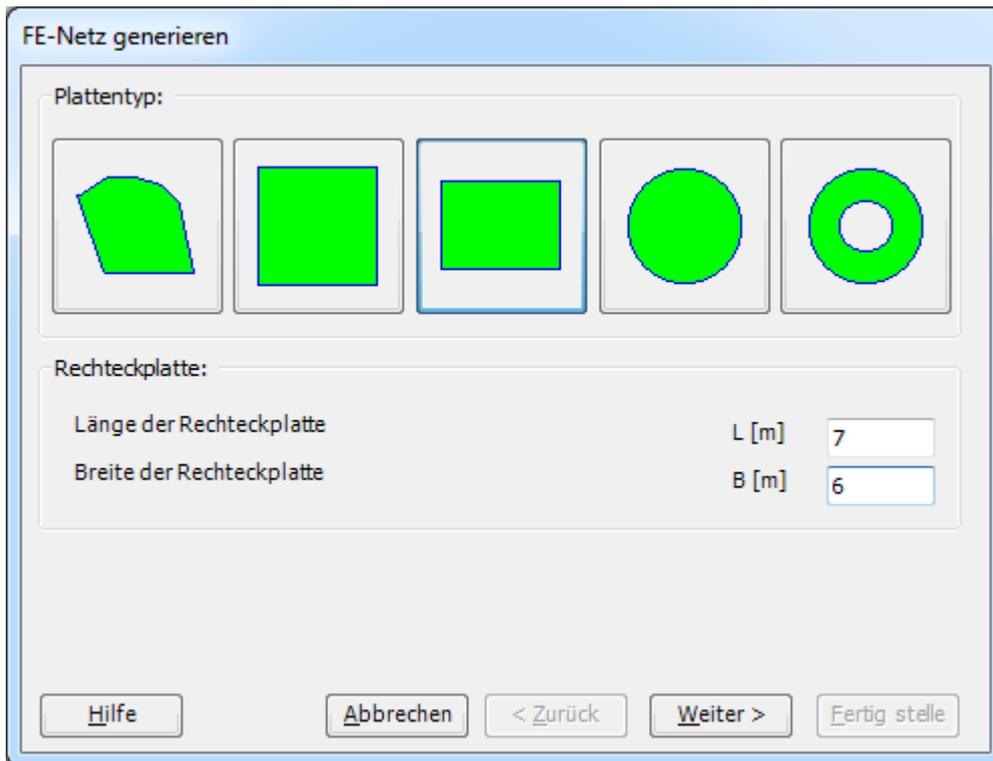

Bild 2.7 Auswahl von Netzschablonen
- Wählen Sie "FE-Netzdaten" aus der Registerkarte "Daten". Eine Auswahl von Schablonen verschiedener Netzformen erscheint (Bild 2.7). Diese Netzschablonen werden verwendet, um die Standardnetze zu generieren, die konstante Größe in x - und y -Richtung haben. Für das gegebene Problem mit rechteckigem Grundriss und Buchtecke wird das Netz der finiten Elemente zuerst für den ganzen rechteckigen Bereich generiert, dann werden mit der Maus die unnötigen Knoten entfernt, um den Plattengrundriss zu definieren